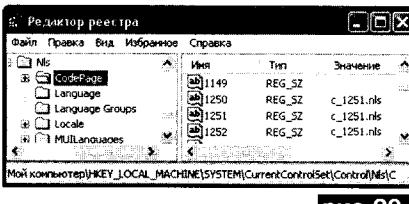

рис.20
1. Скачать файл <http://www.winpic800.com/descargas/WinPic800.zip> (автор Sisco Benach Font, 1,9 МБ), инсталлировать WinPIC800 v. 3.63c. В папке C:\Program Files\WinPIC800\Languages\ найти файлы локализации «Russian.ini» и «Ukrainian.ini». По не совсем понятным причинам информация в них больше года не обновляется, поэтому можно самостоятельно внести правки любым текстовым редактором или зайти на сайт журнала РА <http://www.ra-publish.com.ua/arc-ra.html> и скачать обновление переводов на русском и украинском языках. Для правильного отображения кириллицы следует запустить файл C:\Windows\reedit.exe, найти раздел реестра Windows [HKEY\_LOCAL\_MACHINE\SYSTEM\CurrentControlSet\Control\Nls\CodePage] и откорректировать кодовые страницы 1250, 1251, 1252, установив параметр «c\_1251.nls» (рис.20), после чего перегрузить компьютер.